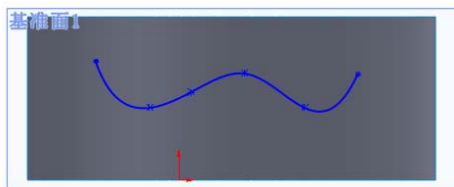

图 7-30 绘制的样条曲线
⑥ 设置基准面。在左侧的“FeatureManager 设计树”中单击上一步添加的基准面, 然后单击“标准视图”工具栏中的“正视于”图标按钮, 将该基准面作为绘制图形的基准面。
⑦ 绘制样条曲线。单击“草图”工具栏中的“样条曲线”图标按钮, 绘制如图 7-30 所示的样条曲线, 然后退出草图绘制状态。